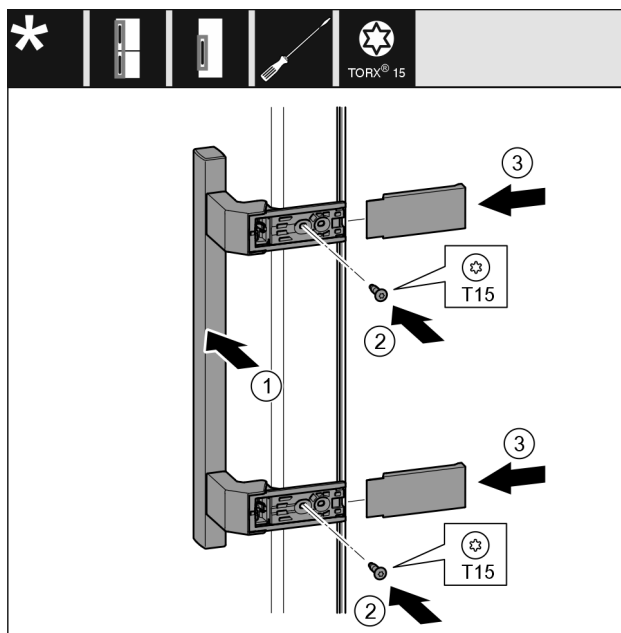

Fig. 9
- Colocar el tirador en el lado opuesto. Fig. 9 (1)
- Apretar los tornillos con el destornillador T15. Fig. 9 (2)
- Colocar las tapas en los laterales y empujarlas. Fig. 9 (3)